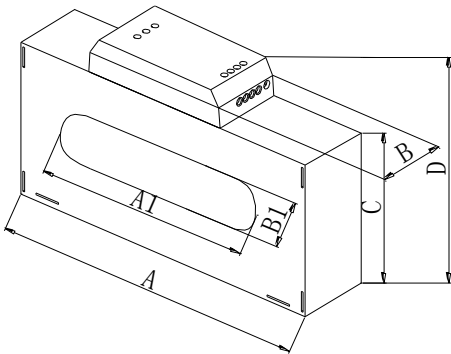
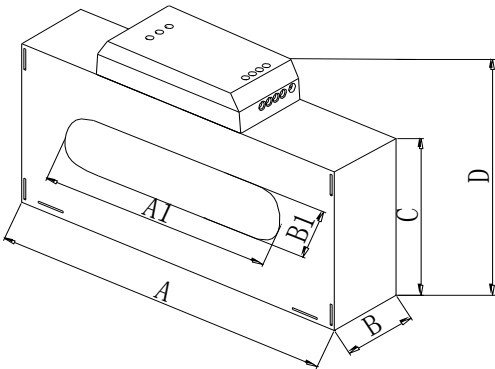

图 2 F 型外观结构及安装尺寸
图 3 F 型外观结构及安装尺寸
1、探测器的外观结构及安装尺寸如图、图 2、图 3 所示，单位：mm。